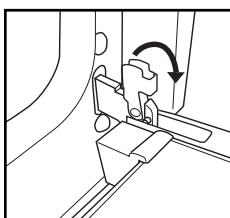

Fig. 1
2. Levante las sujetaciones y empújelas al máximo hacia delante (Fig. 1).